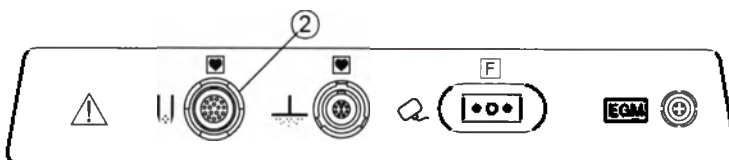

Рис. 3-9. Порт для биполярного устройства
2. Вставьте многоштырьковый разъем биполярного устройства в соответствующий порт на правой стороне генератора и зафиксируйте его там (Рис. 3-9). Не прикладывайте к разъему чрезмерного усилия.